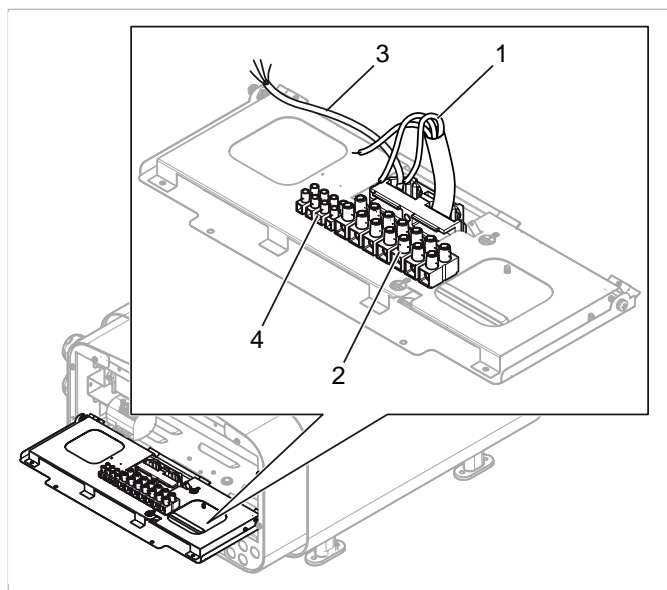
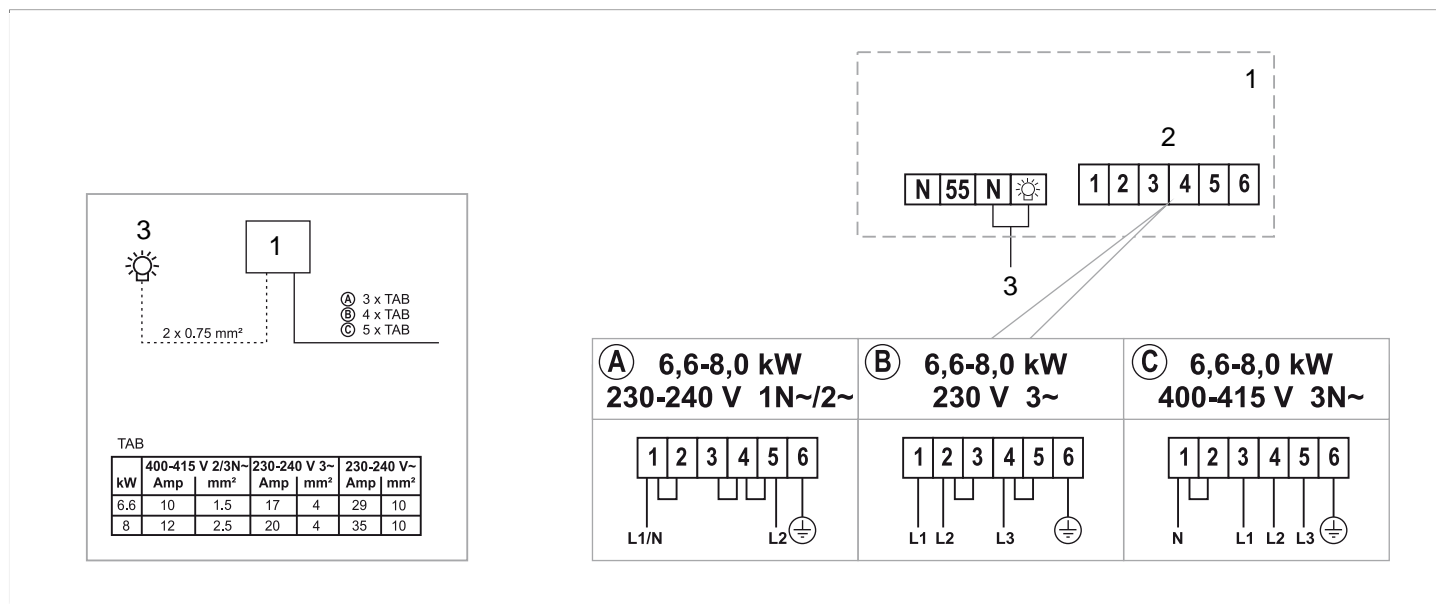

Рисунок 12: Монтажная плата
Рисунок 18: Схема соединений
Подключите провод (1) к соединению (2) (см. **Рисунок 12**, страница 5) согласно схеме соединений (см. Раздел **Подключение/Схема соединений**, страница 7).
12. Подключите провод к соединению (3) см. **Рисунок 12**, страница 5 к клеммнику (4) согласно схеме соединений **Рисунок 18**, страница 7.
При подключении к другому напряжению или числу фаз, которое не указано в **Рисунок 18**, страница 7, свяжитесь с технической службой TyLö.